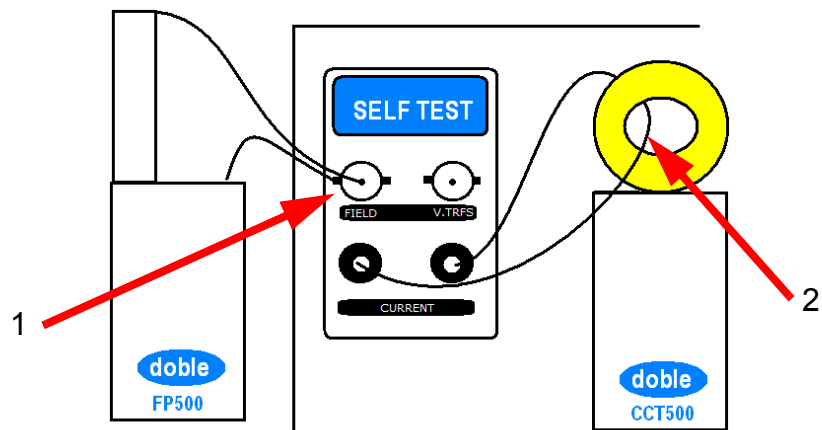

Figura 4.3 Configuração de hardware para teste do sistema de medição do LCM500
3. Consultando a Figura 4.3, faça as seguintes conexões para a seção Autoteste do painel do LCM500: